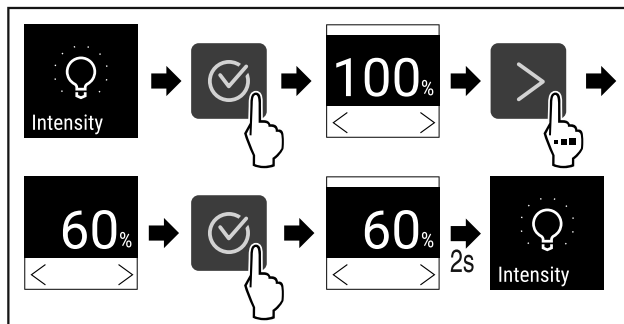

Fig. 72
▶ Obavite korake postupka (pogledajte Fig. 72) .